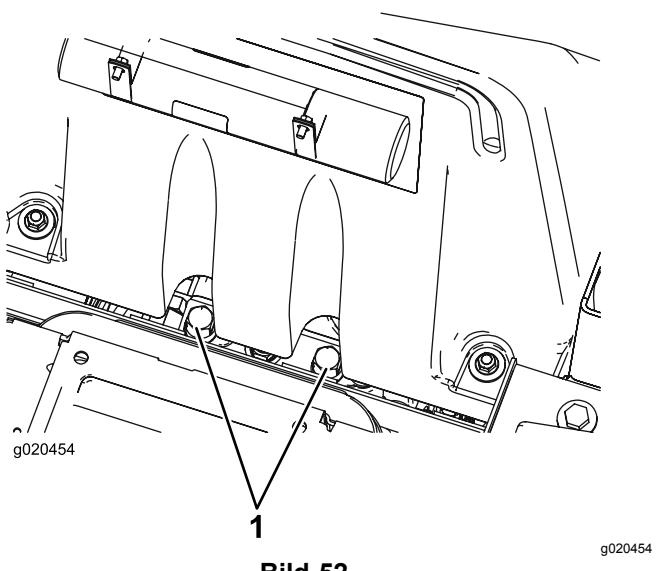

Bild 52
- Klappen Sie den Sitz hoch und ermitteln Sie die Sicherheitsventile, die sich unter der Vorderseite des Kraftstofftanks befinden (Bild 52).